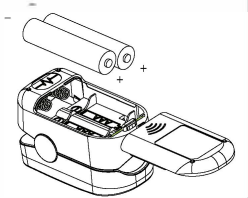

Figura 3. Instalação das baterias
- Empurre a tampa da bateria horizontalmente ao longo da seta mostrada na figura 3.